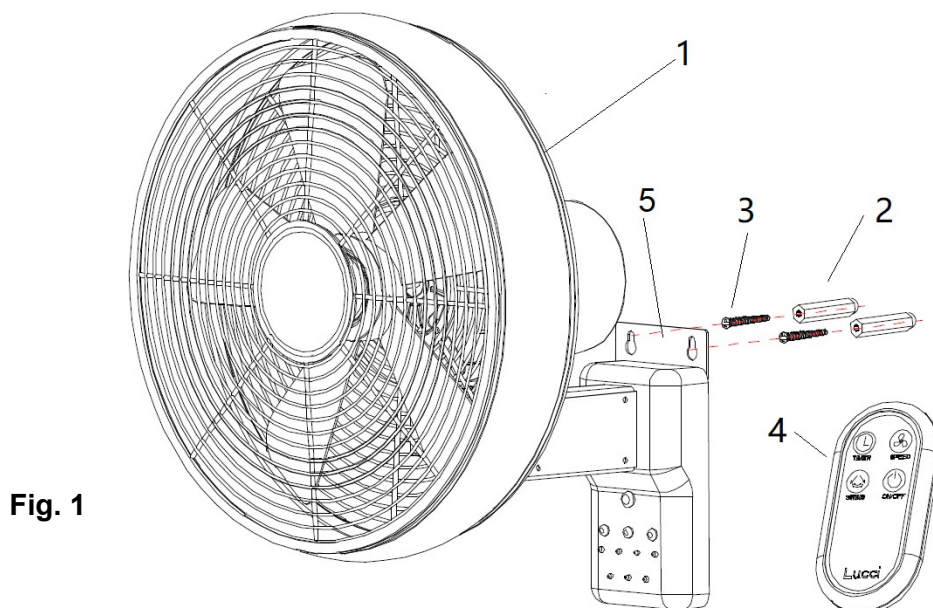

Fig. 1
1. Utilizzare la staffa di sospensione (5) come modello per segnare la posizione dei fori per le viti sulla parete. Fig. 1
2. Installare il ventilatore sulla parete utilizzando viti di montaggio (3) e tasselli (2) di dimensioni adeguate. Assicurarsi che le viti di montaggio (3) e gli ancoraggi (2) sono adatti alla superficie di montaggio e all'ambiente circostante.